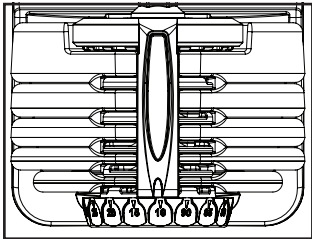

Figura 1
1. Con el asa de la pesa puesto en la base, gire ambas perillas de ajuste al número más bajo (Figura 1). Sabrá que ha seleccionado completa y correctamente el número cuando sienta que la perilla de ajuste se asienta en una muesca (conocida como retén). También oirá un clic leve pero audible, que corresponde a las ubicaciones de los retenes de cada número.